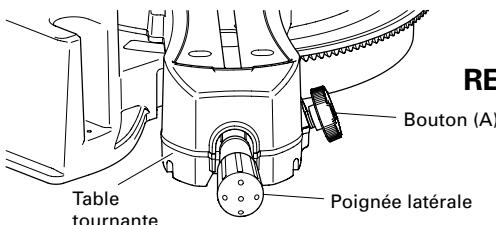

Fig. 36
(1) Mettre la table tournante à l'angle d'onglet nécessaire.
(2) Pendant le réglage de l'angle d'onglet, tournez le bouton (A) tout en soulevant le levier (Fig. 36).